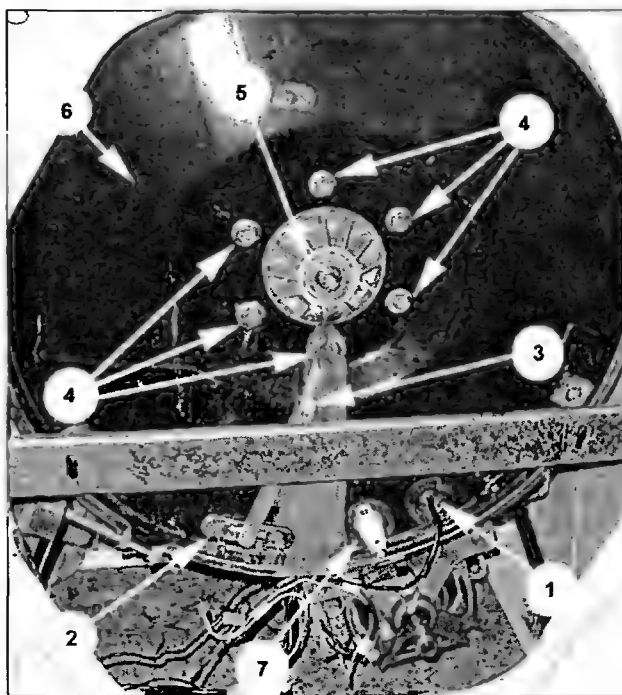

Рис. 1.8.4
- отключают провода от ТЭНа термостата (соответственно, 2 и 7 на рис. 1.8.4);
- устанавливают и закрепляют УП на крышке бака. Следует отметить, что винты 4 (рис. 1.8.4) необходимо затягивать в несколько приемов попарно, по диагонали. Затем на крышку устанавливают термостат, ТЭН (если они были сняты) и заземляющую планку. Перед установкой планки тщательно зачищают контактные площадки на крышке бака (под нижним винтом крепления УП) и под винтом крепления ТЭНа;